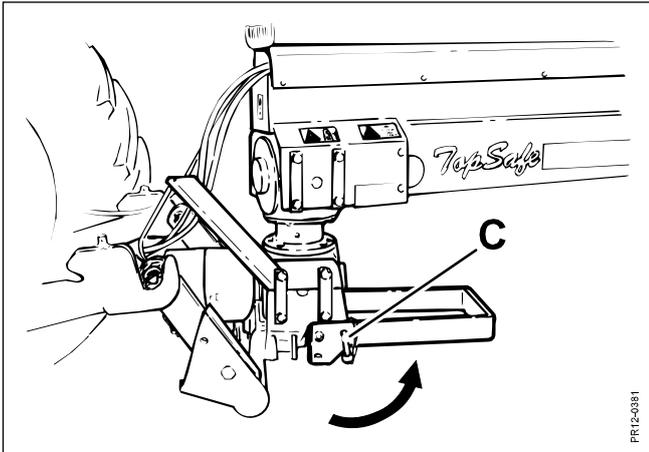

Fig. 2-7
- Fig. 2-7** Die Abstellstütze unter dem Drehkopfgetriebe nach hinten schwenken und mit dem Zapfen **C** und Federstift verriegeln.